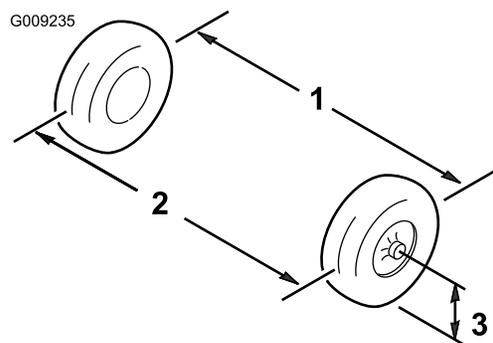

図 48
1. 前輪の前と後ろで、左右のタイヤの中央線間距離を測る計測はアクスルの高さで行う(図 48)。